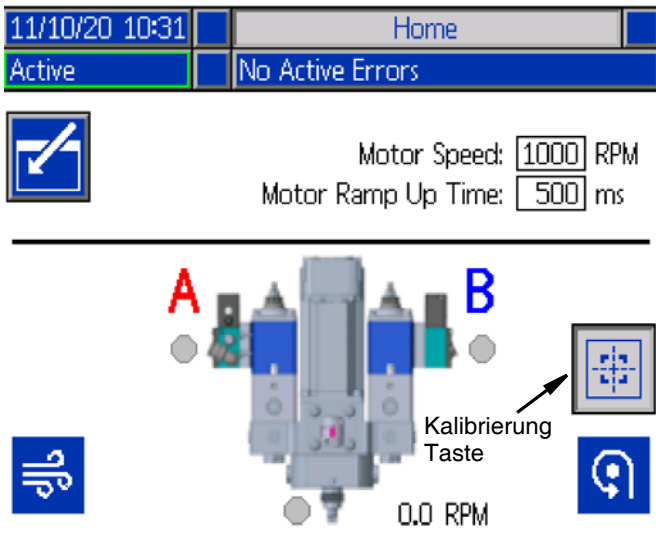

ABB. 37
1. ADM-Abdeckung (BP) entfernen.
4. Darauf achten, dass die Kalibriertaste (oben rechts) gedrückt ist Siehe ABB. 37.